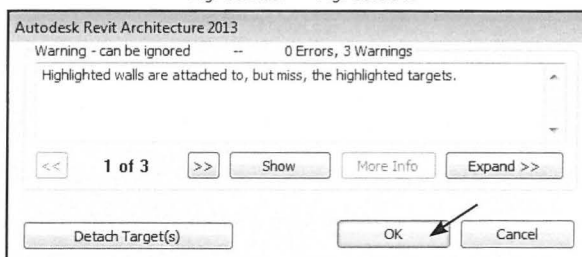

Fig. 09.165. Vælg OK.
- En Advarsel fremkommer nu, at der er en væg inde i bygningen, som ikke længere kan sidde fast til taget. klik *OK* til dette (Fig. 09.165).